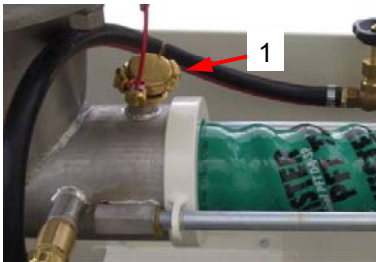

Abb. 23: Blinddeckel
3. Blinddeckel Abb. 23 schließen, sobald Material austritt.